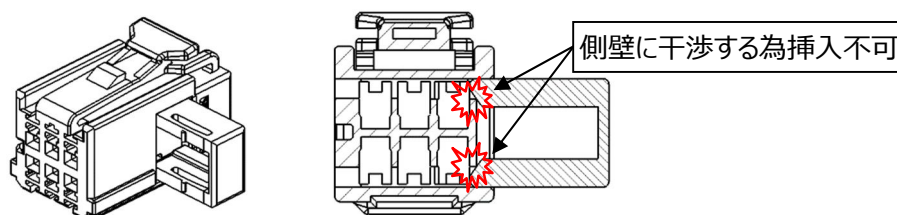

図 35.リテーナ逆挿入状態
⑤図 35 に示すように、正規の向き以外では、リテーナはメスハウジングに挿入できません。